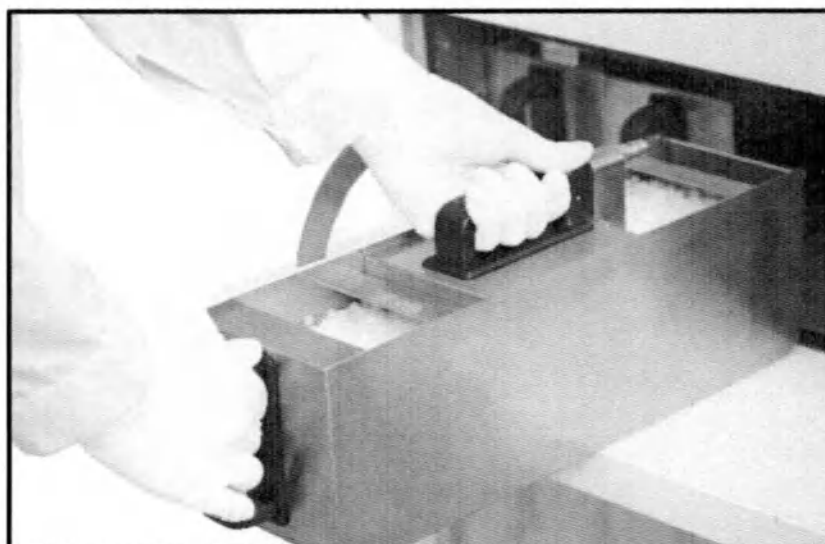

Рисунок 80. Установка парафиновой станции
- Вставьте заполненную парафиновую станцию обратно в соответствующее гнездо в отсеке для парафина. При установке убедитесь, что штекерная часть совмещена с соответствующим гнездом. Щелчок во время вставки указывает на то, что вы правильно установили парафиновую станцию на место (рис. 80). После этого закройте дверцу отсека для парафина.